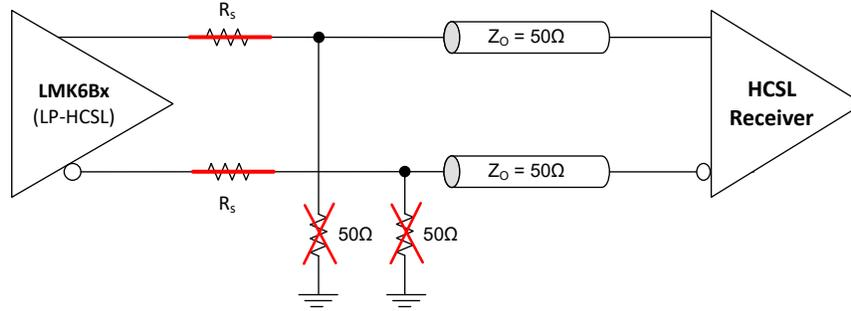

图 9-13. 使用 LMK6Bx 替换 HCSL 振荡器
2. 移除如 图 9-13 所示的任何对地 $50\ \Omega$ 电阻。
3. 将任何串联电阻替换为 $0\ \Omega$ 电阻，如 图 9-13 所示。